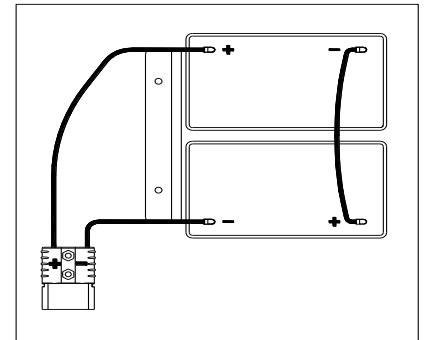

Figura 3
La máquina requiere baterías 12V, conectadas como en la Figura 3.
- Abra la tapa del depósito de recogida (4) y compruebe si el depósito de recogida (3) está vacío; de lo contrario vacíelo mediante la manguera de desagüe (15).
- Cierre la tapa del depósito de recogida (4).
- Vuelque el depósito de recogida con cuidado (3).
- Pase e instale el cable de las baterías como se indica (en la Figura 3), luego apriete cuidadosamente la tuerca en cada uno de los terminales de la batería.
- Baje con cuidado el depósito de recogida (3).